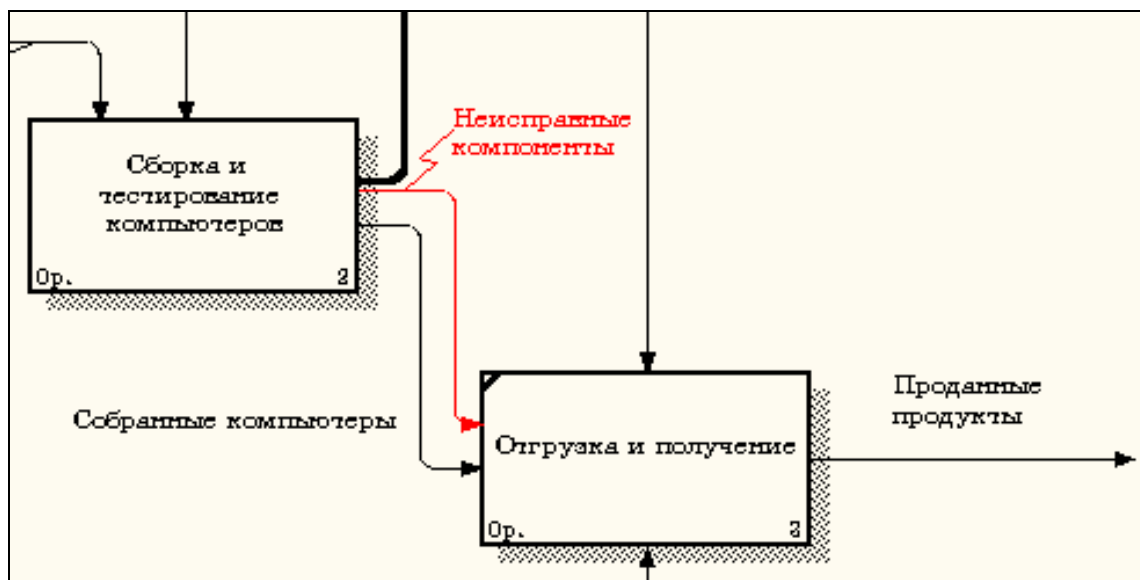

Рисунок 7.10 – Стрелка "Неисправные компоненты" подана на вход работы "Отгрузка и получение"
10. Появилась неразрешенная граничная стрелка "Неисправные компоненты". Направьте эту стрелку к входу работы "Отгрузка и получение" (рисунок 7.10).